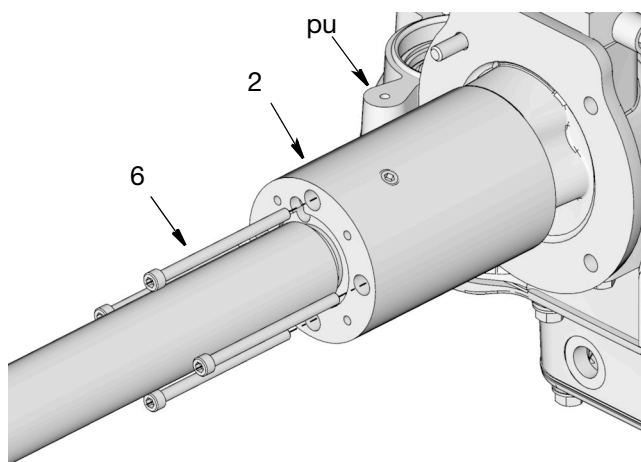

図 48
24. ネジ (6) を使ってポンプアダプタ (2) をポンプ上部 (pu) に固定します。ソケットを使ってネジをしっかりと締め付けます (図 48)。7~9 ft-lb のトルクで締めます (9~12 N•m) のトルクで締めます。